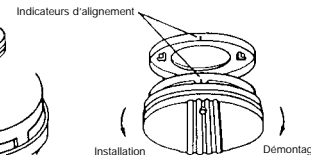

FIGURE 4
6. Des indicateurs d'alignement sont fournis sur le bord de la plaque d'équilibrage de l'alarme. Une fois la plaque installée, placez l'alarme sur la plaque de fixation avec les indicateurs correctement alignés. Tournez l'alarme dans le sens indiqué par la flèche ON du cache de l'alarme (voir Figure 4) jusqu'à ce qu'elle se bloque en position.